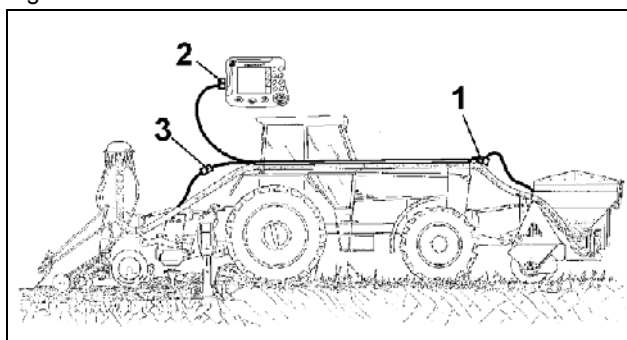
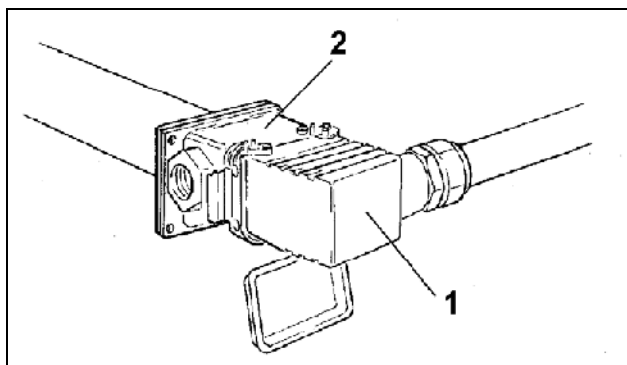
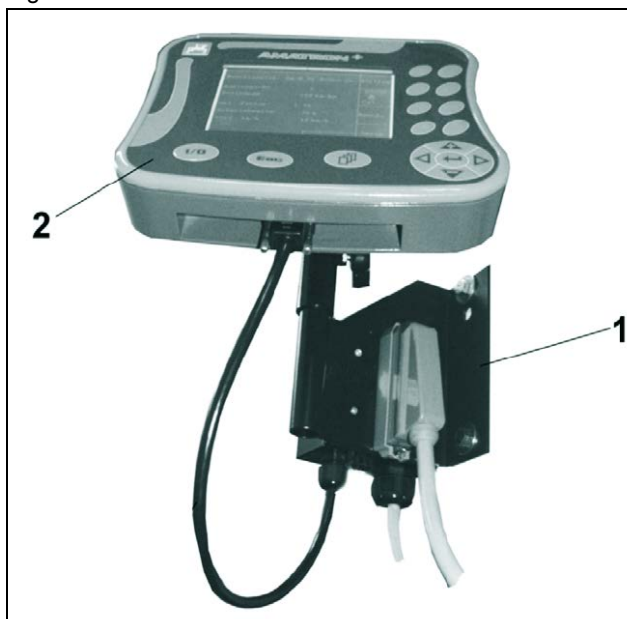

Fig. 45
Fig. 46
Fig. 47
Poziționați și fixați fasciculul de cabluri împreună cu conductele de semințe (Fig. 45) pe tractor.
- Se conectează ștecherul combi de la rezervorul frontal la fasciculul de cabluri (Fig. 45/1, Fig. 46).
- Se conectează ștecherul de la șina de semănare la fasciculul de cabluri (Fig. 45/3).
- Se conectează fasciculul de cabluri cu ștecherul mașinii la echipamentul de bază **AMATRON 3** al tractorului (Fig. 45/3, Fig. 47).